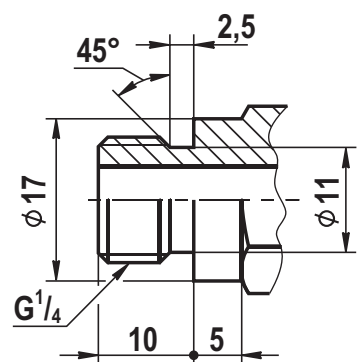

Рис. 11-1
9. Для подключения устройств или приборов в корпусе регулятора предусмотрены отверстия с резьбой G1/4, закрытые заглушками. Рекомендуемая форма конца присоединяемого штуцера, предназначенного для подсоединения датчика-реле давления и вкручиваемого в корпус регулятора, приведена на рис. 11-1. Применяемое для уплотнения соединения - кольцо резиновое 014-017-19 ГОСТ 9833 ($d_{\text{внутр.}}=13,6$ мм; $s=1,9$ мм). Для уплотнения резьбы в месте подключения приборов используйте ленту ФУМ или аналогичный уплотняющий материал.